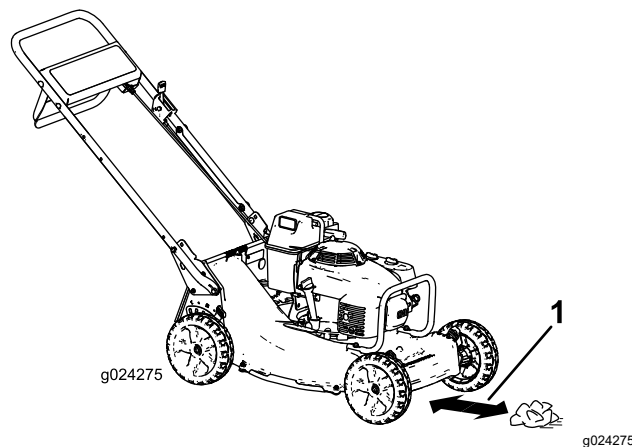

Figura 19
4. Coloque la bola de papel de periódico a unos 13 cm (5") por delante de la máquina (Figura 19).